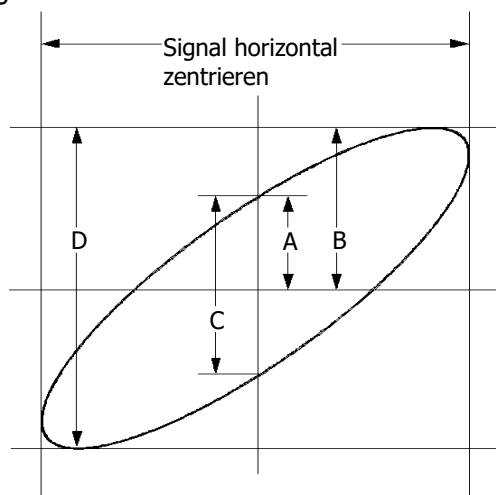

Bild 4-1 Schematische Darstellung Messung Phasenwinkelabweichung
2. Taste **AUTO** drücken, Vertikalpositionen beider Kanäle zentrieren (0). Danach Modus „XY“ aktivieren. Knopf **Horizontal**  **SCALE** drehen, korrekte Abtastrate einstellen, um eine optimale Lissajous-Figur zu besseren Messung und Bildschirmdarstellung zu erhalten.
4. Wie die obige Darstellung zeigt, sind die Abstände der Kreuzungspunkte der Achsen gleich groß (siehe Bild 4-1),  $A/B(C/D)=1$ . Somit entspricht die Phasenabweichung dem Winkel  $\theta=\pm\arcsin 1=90^\circ$ .